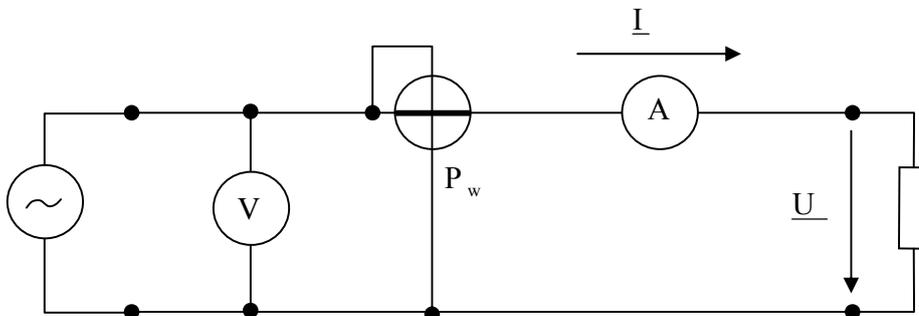

Bild 6
- Was lässt sich mit den Messwerten aus Bild 6, nämlich U, I, P_w über den Phasenwinkel φ aussagen?